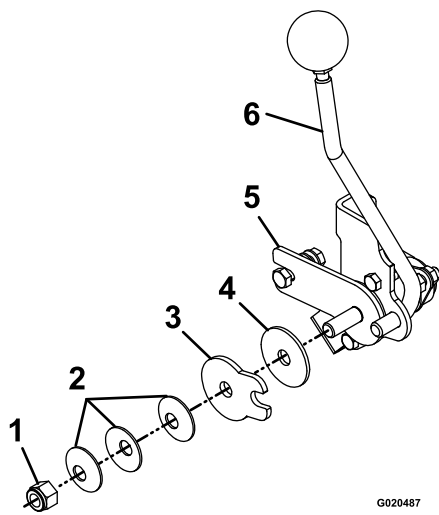

Figura 64
3. Regolate il dado orientabile situato all'estremità dell'albero di comando del movimento davanti alla consolle di destra (Figura 64).